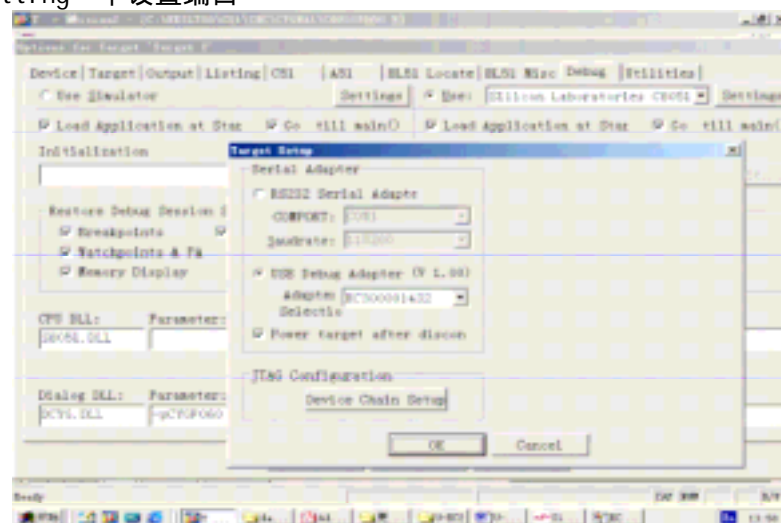

图9
- 15、 用户需点击菜单栏“Project\Options for Target ...”选项，在出现的新对话框中点击菜单栏的“Debug”选项，进行如下设置，以进行 C8051F 系列 MCU 的硬件调试。如图 9